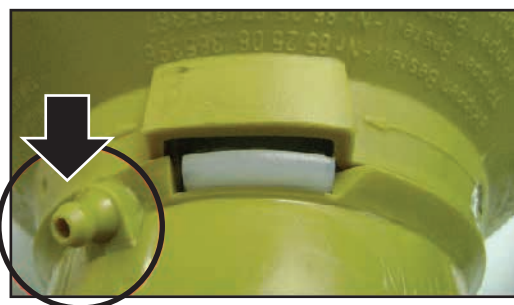

Figura 45
a) Lubrificar no local indicado na figura 45, a cada 8 horas de trabalho de ambos os lados do cardan.